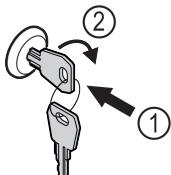

Fig. 123 Зображення для прикладу
- Вдавити ключ Fig. 123 (1).
- Повернути ключ на 90° за годинниковою стрілкою Fig. 123 (2).